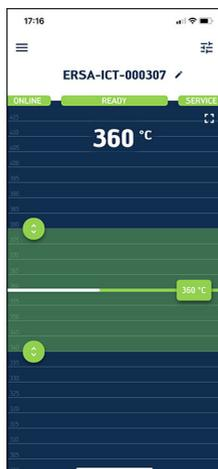

Abb. 15: Startseite der App „Ersa TRACE“
a) Abbildung 15 links: Den LötKolben bis zum Anschlag in den Wechseltrichter einführen [1], dann den LötKolben leicht von Ihnen wegkippen [2].
b) Abbildung 15 rechts: Den LötKolben bis zum Anschlag gegen den Uhrzeigersinn drehen [3], dann den LötKolben leicht von Ihnen wegkippt aus der Lötspitze herausziehen [4].